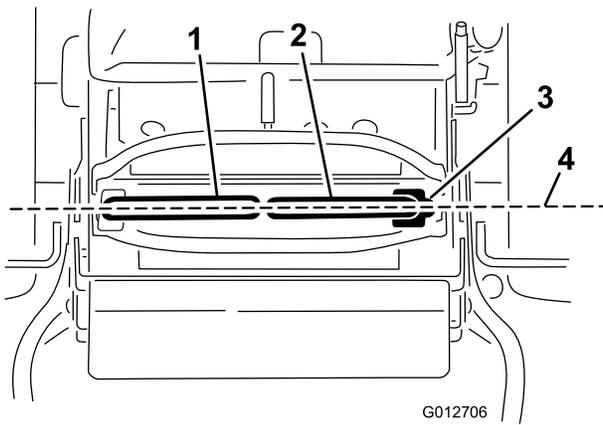

図 70
**重要** Eコントロールレバーの調整が終わったあとは、試運転を行なって走行状態を確認してください。コントロールレバーの前後整列調整も、同じ手順で行ないます (図 70)。
1. 水平調整が終わったら、両方のコントロールレバーを前方に少し押して各リンクの遊びをなくし、その状態で両レバーが前後に揃っているかどうかを点検する (図 70)。